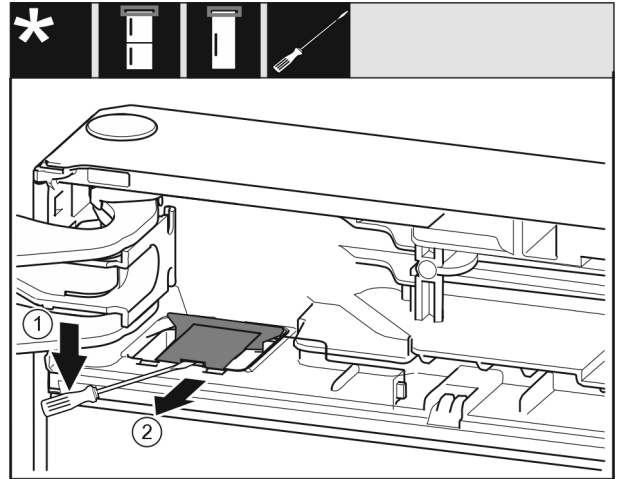

Fig. 9
- ▶ Med en flat skrutrekker løsne dekselet og ta det av. Fig. 9 (1)
- ▶ Ta ut dekselet. Fig. 9 (2)